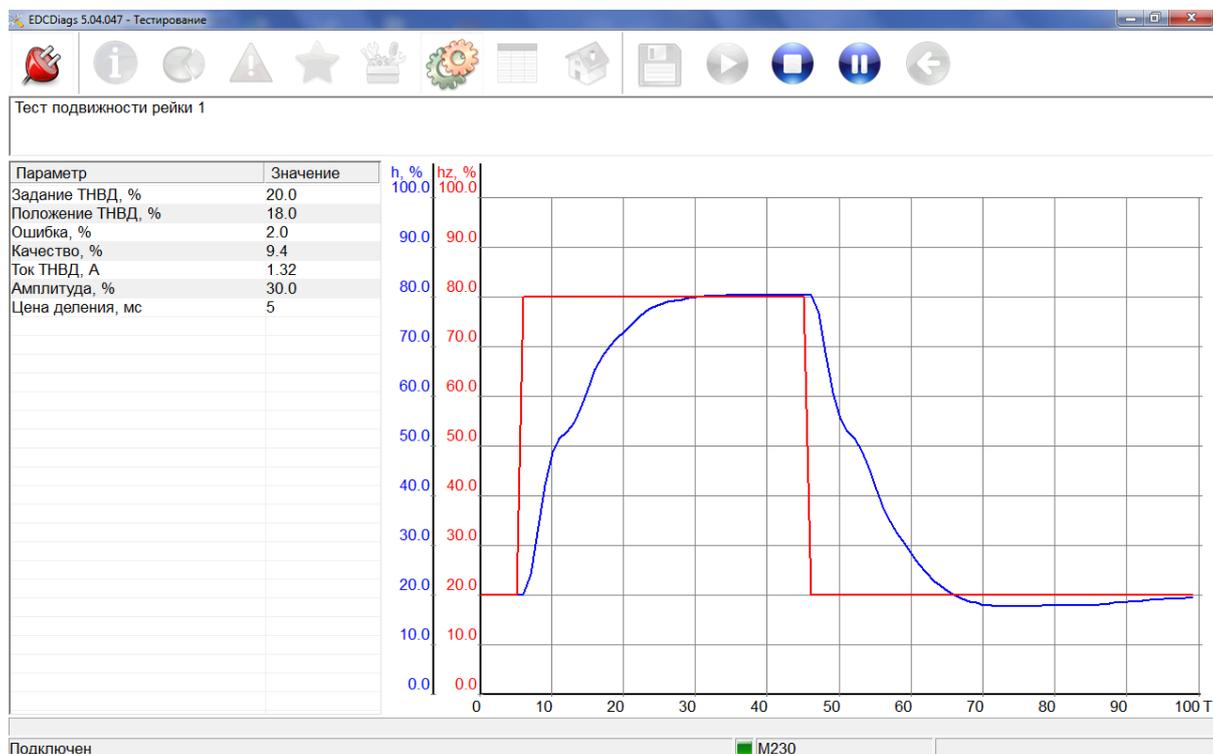

Рис. 3.11
3.11.3. Тестирование с блоком управления M230E3 (ООО «АБИТ»). В списке параметров выделить курсором «Тест подвижности рейки 1» и нажать кнопку «Дальше» . Для начала проведения теста нажать кнопку «Выполнить»  и дождаться окончания теста. Во время проведения теста положение рейки будет изменяться от 20 до 80%, по окончании появится окно с графиком перемещения рейки ТНВД с заданным и текущим положением рейки (Рис. 3.11). Показатель «качество» комплексно оценивает переходный процесс перемещения рейки. В соответствии с рекомендациями ООО «АБИТ», при исправном ТНВД этот показатель должен быть не более 10%. При большем значении необходимо выявить причину плохой подвижности рейки или слабого усилия магнита.